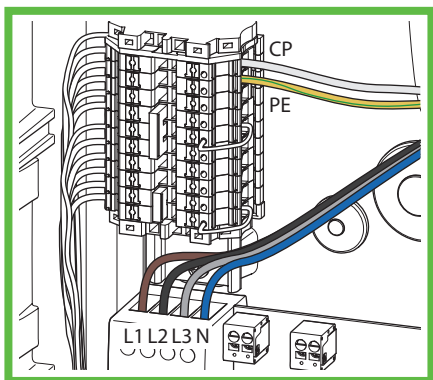

Abb. 20: Latausjohdon liittäminen
- ▶ Liitä latausjohto (Abb. 20).